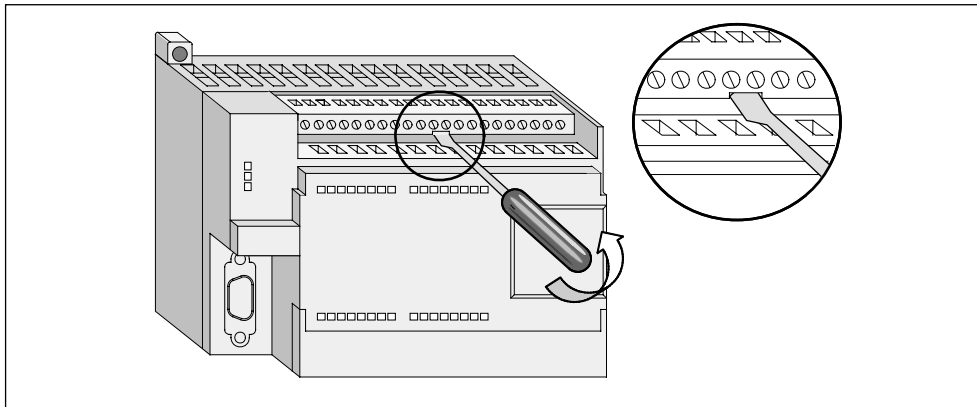

图 48 CPU 224 CN 或 I/O 扩展模块的可拆卸端子连接器
采用可拆卸的端子连接器 采用可拆卸的端子连接器(图 48) 装 S7-200 CN CPU 和 I/O 模块
2. 如图 48 所示，把螺丝刀插